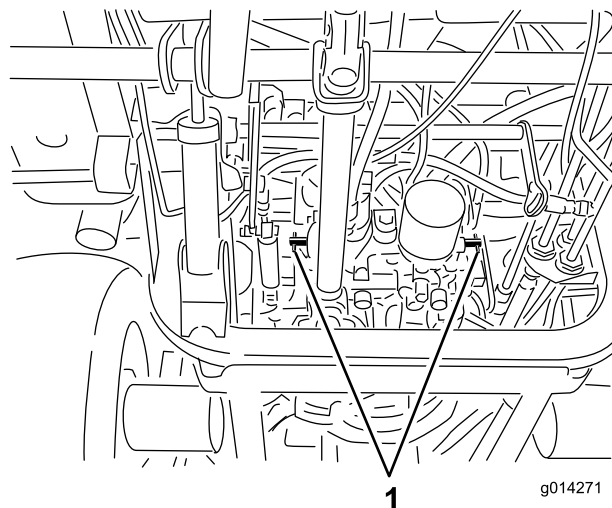

Figura 19
4. Gire las válvulas de desvío una vuelta en el sentido contrario a las agujas del reloj (Figura 19).
Gire cada válvula de desvío una vuelta en el sentido de las agujas del reloj y apriételas a mano (apriete de 8 N-m) aproximadamente) (Figura 19).